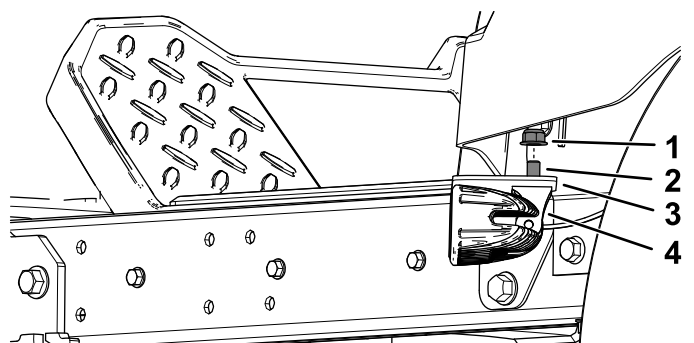

**Figura 5**
1. Sujete el soporte de la luz lateral a la plataforma usando 2 pernos autorroscantes de cabeza hexagonal con arandela prensada, según se muestra en Figura 5.